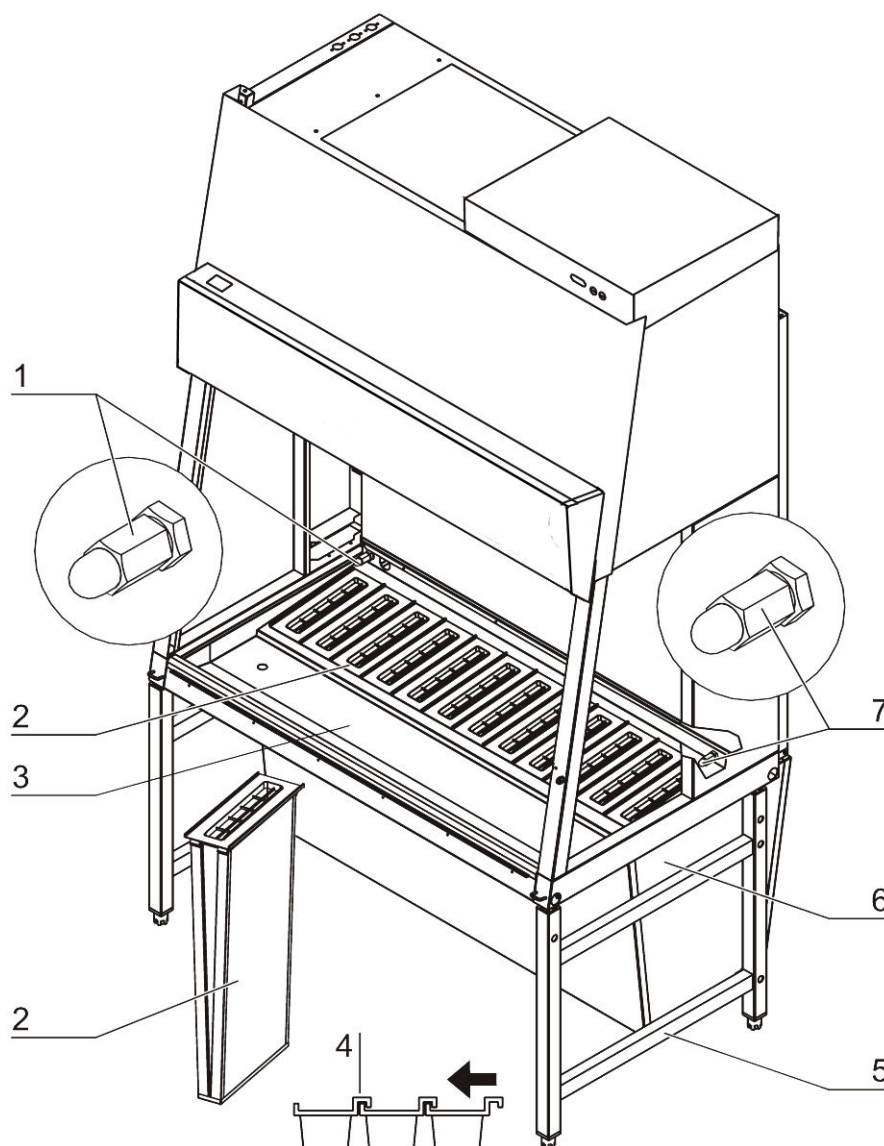

Abb. 3b
- **Abb. 3b:** Untergestell [5] mit integriertem Primärfiltergehäuse [6].